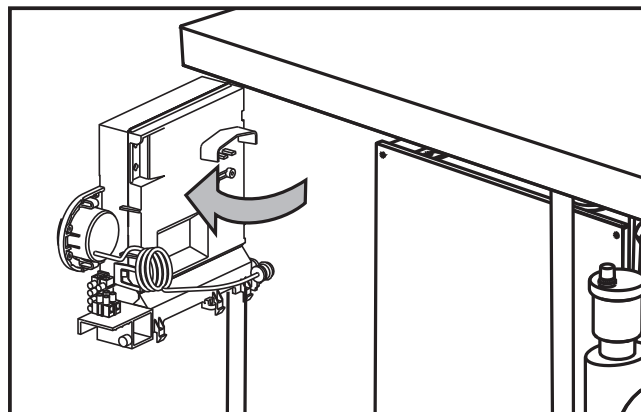

рис. 21
3. Ослабить винт и повернуть панель управления (см. рис. 21).